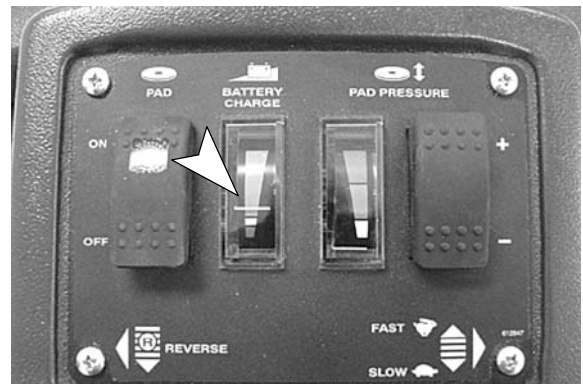

FIG. 16
- Contrôlez périodiquement le niveau de charge des batteries. Quand l'aiguille passe dans la zone rouge, rechargez les batteries (Figure 16).